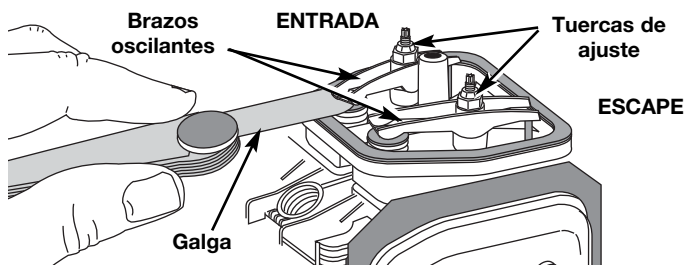

Fig. 36
- El pistón se encuentre en la parte superior de su recorrido. Mire el agujero de la bujía para ver el pistón (Fig. 36).
- Deslice el calibrador de hoja entre el balancín y la parte superior de cada uno de los vástagos de las válvulas. Mida el huelgo entre el vástago de la válvula y el brazo oscilante (Fig. 36 & 37). Realice esto en las válvulas de entrada y de escape. El huelgo recomendado para las válvulas de entrada y de escape es 0,076 – 0,152 mm (0,003 – 0,006 pulgadas). Use un calibrador regular de automóvil de 0,127 mm (0,005 pulgadas). El calibrador debe deslizarse entre el balancín y el vástago de la válvula con una ligera cantidad de resistencia, sin doblarse (Fig. 36 y 37).